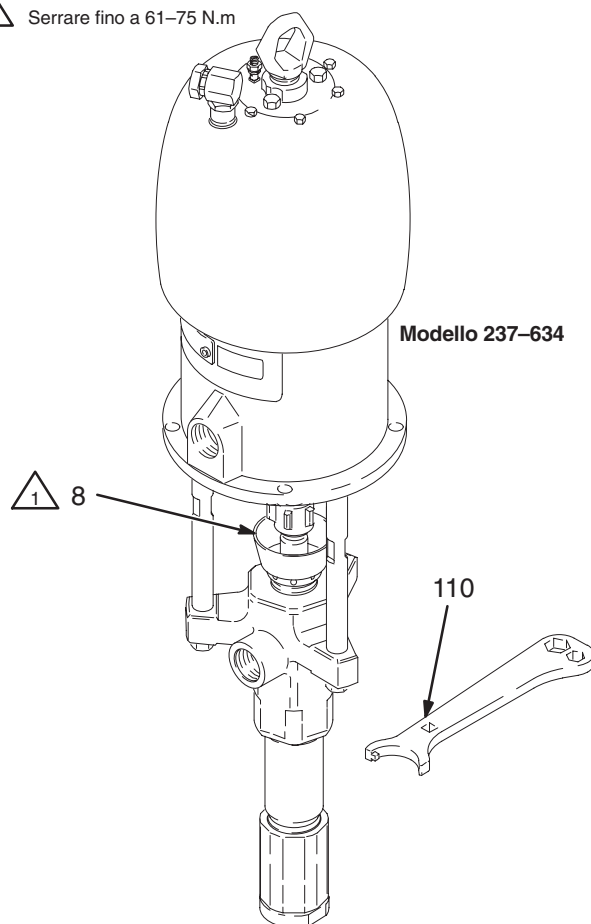

Fig. 3
Prima di iniziare, riempire il premiguarnizioni (8) fino ad 1/3 di liquido sigillante per filettature (TSL) o solvente compatibile. Vedere Fig. 3.